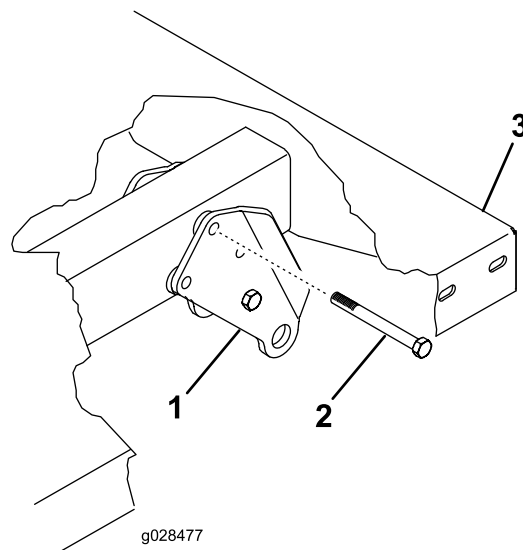

**Figura 1**
1. Una provisionalmente los soportes del pivote trasero con un tubo de pivote, un perno ( $3/8 \times 3\frac{3}{4}$ ") y una contratuercas ( $3/8$ ") mediante los taladros que se muestran en Figura 1.